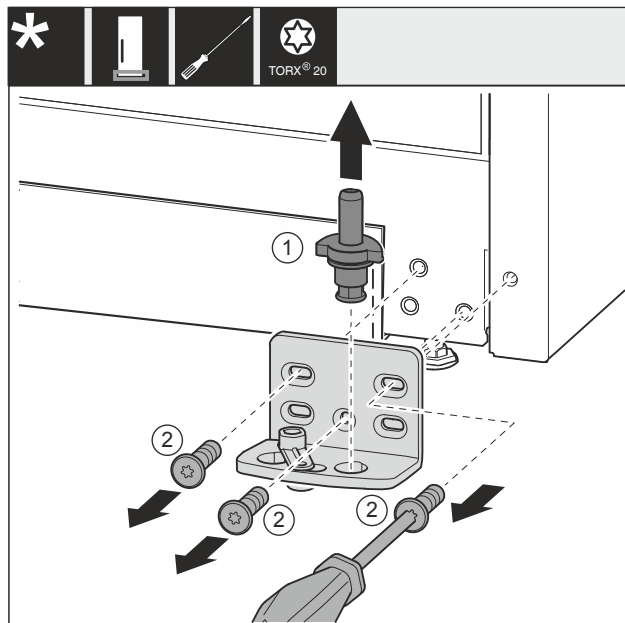

Fig. 34 *
- Ložiskový čep Fig. 34 (1) celý vytáhněte nahoru.*
- Šroubovákem vyšroubujte šrouby Fig. 34 (2) a sejměte stojan ložiska.*